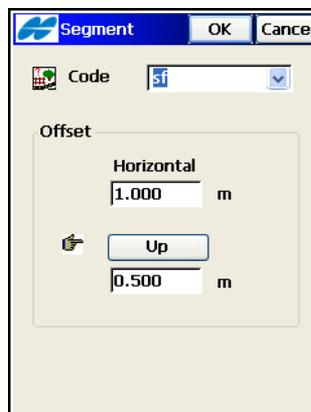

Abbildung 7-24. Segment
4. Geben Sie im Fenster *Segment* (Abbildung 7-24) die Parameter des Segments ein (Code und Offset).